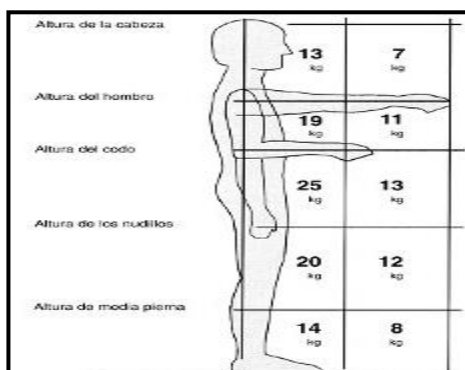

Figura 2. Peso teórico recomendado en función de la zona de manipulación.
- ✓ 5 kg. En general. (evite la manipulación de cargar a nivel del suelo o por encima del nivel de los hombros y giros e inclinaciones del tronco. Ver Figura 2.)